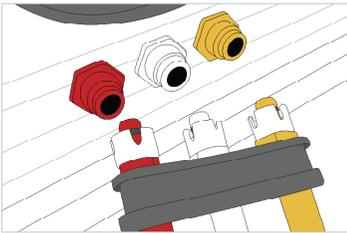

Abbildung 26
- Schließen Sie den schwarzen Anschluss mit dem roten, weißen und gelben Schlauch an der Frontblende des Travel Air® an. (**Abb. 26**)